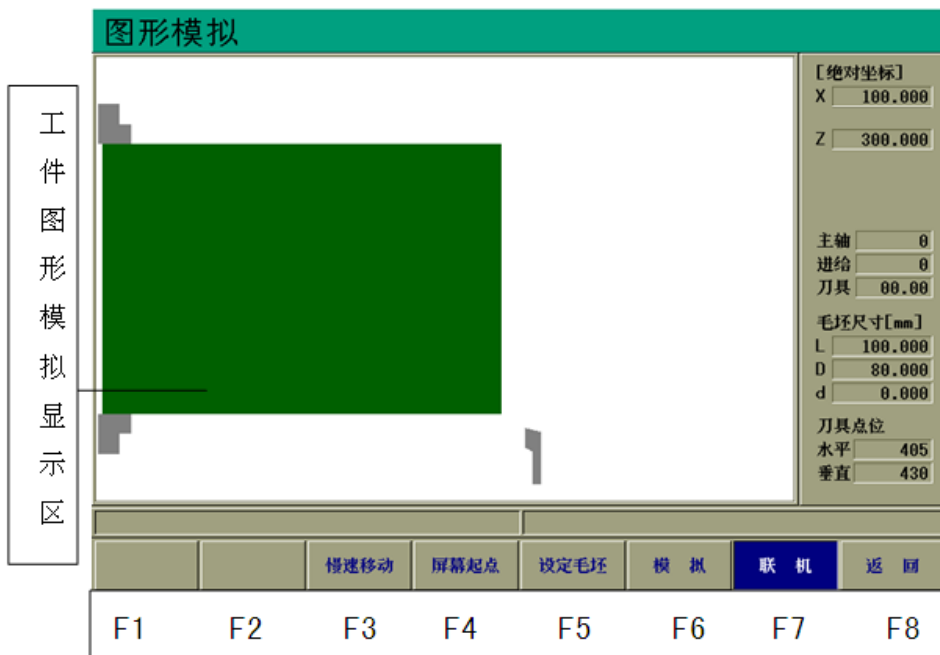

图 3.7 图形模拟
- (1) 按【位置】主键进入位置界面；
- (2) 按【F4】(自动)键；
- (3) 按【存储/打开】键；
- (4) 输入文件名 P0750；
- (5) 按【ENTER】；
- (6) 按【F8】(图形显示)键后，图形界面如图 3.7 所示：